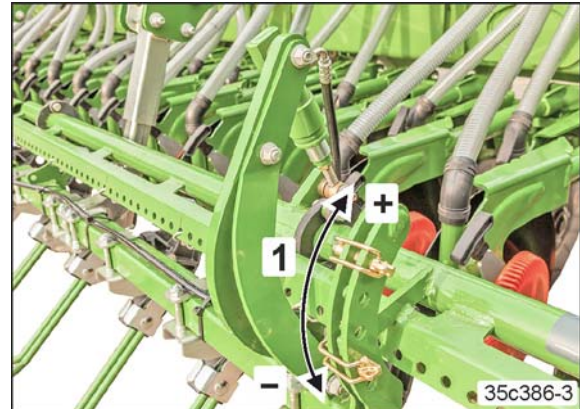

Fig. 191
2. Je höher die Bolzen in der Verstellkulisse abgesteckt werden (Fig. 191/1+), desto größer ist der Exaktstriegeldruck.